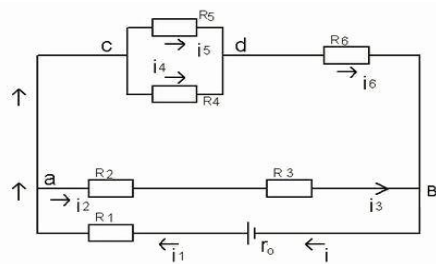

рис. 1
2. В схеме, приведенной на рис. 1, известны параметры источника и резисторов. Определить величину токов, протекающих через резисторы. Проверить решение задачи составлением баланса мощностей.
Напряжение U_{CD} (схема рис. 1): $U_{CD} = I_{456} \cdot R_{45} = 1 \cdot 20 = 20 \text{ В;}$